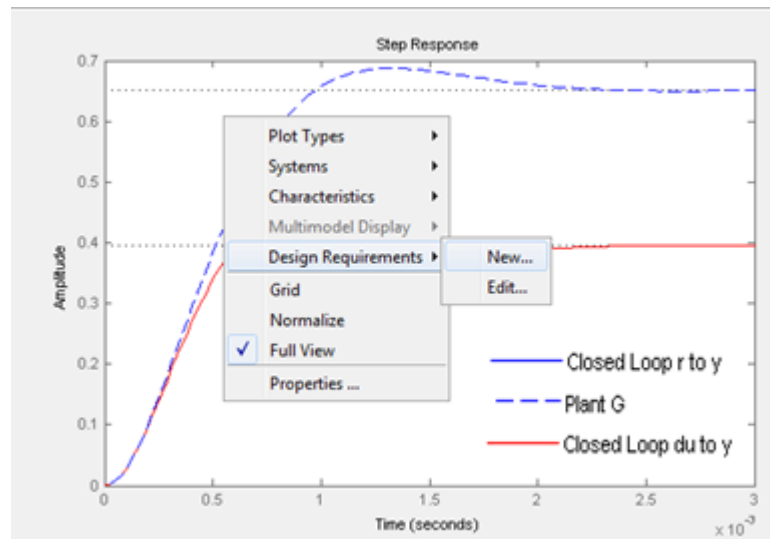

Figura 48. Esquema Agregar Requerimientos de Diseño.
- En el menú emergente elija *Design Requirements* y luego de click en *New*. Observe la Figura 48.